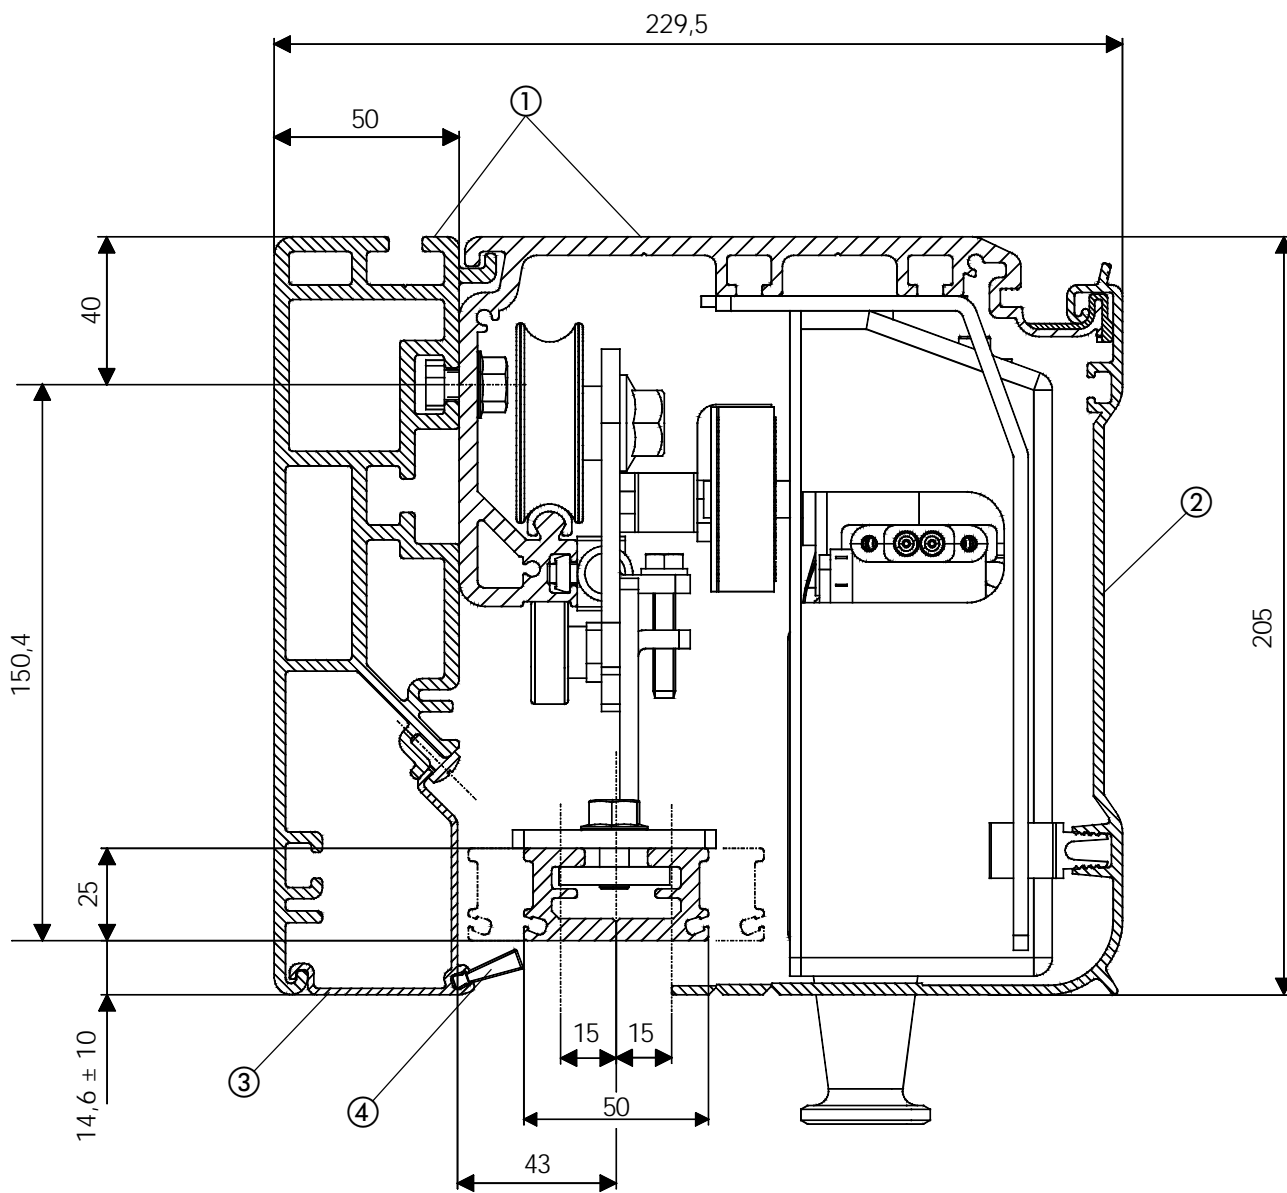

Fig. 2
Profilé SM (fig. 2 réf. ①)
Capot frontal (fig. 2 et 3 réf. ②)
Brosse pour profilés de fermeture (fig. 2 et 3 réf. ④)